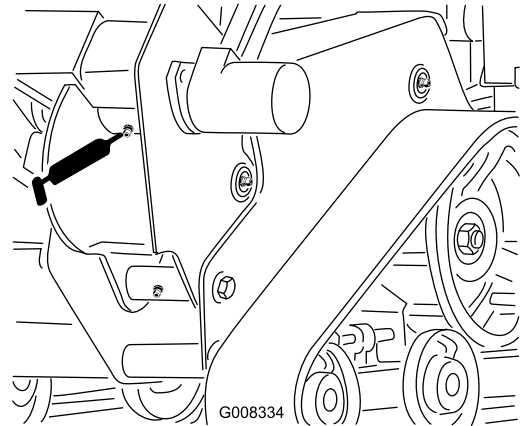

Figura 27
3. Limpe a graxeira da caixa da valetadeira com um pano, e conecte nela a pistola de graxa (Figura 27).